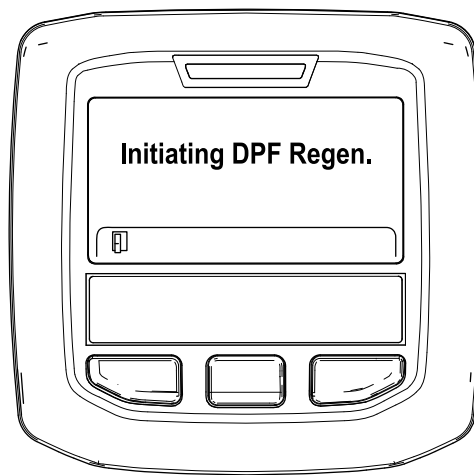

Figura 50
- A. "Initiating DPF Regen." (A iniciar Regen. DPF) é apresentada (Figura 50).